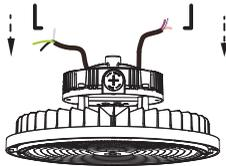

Figure 3
1. Pour installer le support à étrier optionnel sur le luminaire, commencer par fixer les supports de montage à étrier en forme de L sur le luminaire. (Voir figure 3)